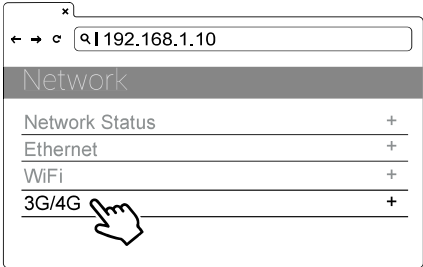

Abbildung 38. Netzwerkauswahl
- 4) Auswahl: SET I Netzwerk I 3G/4G. Siehe Abbildung 38.